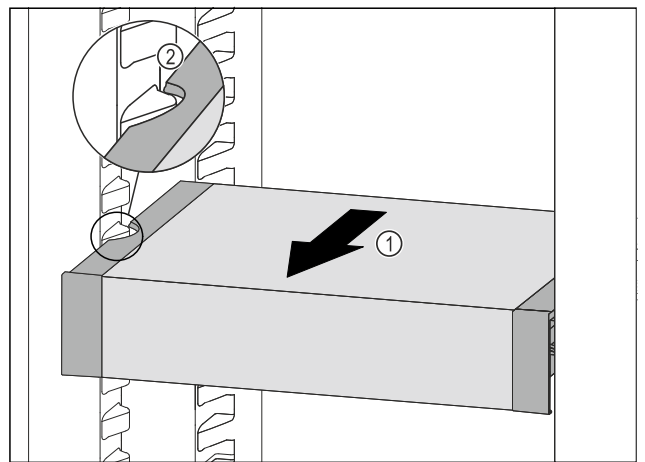

Fig. 101
- Tirare VarioSafe in avanti Fig. 101 (1) fino a quando le cavità laterali di VarioSafe non si trovano al livello della nervatura del contenitore nel vano frigorifero. Fig. 101 (2)